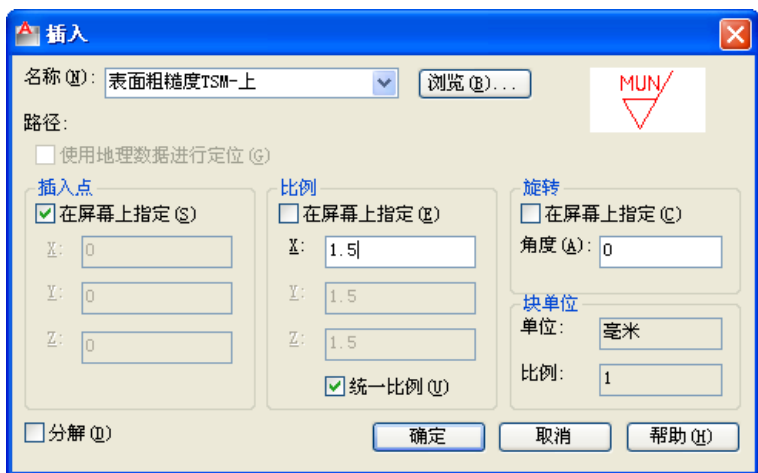

图 8-96 “插入”对话框
(31) 注写表面粗糙度。
- 在“名称”下拉列表框中选择“表面粗糙度 TSM-上”图形块, 选中“统一比例”复选框, 在“X”文本框中输入缩放比例为 1.5, 如图 8-96 所示, 单击“确定”按钮。